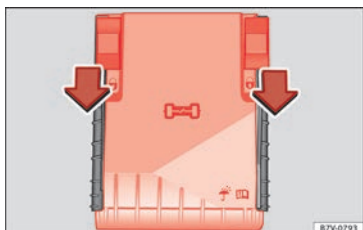

Fig. 60 En el vano motor: tapa de la caja de fusibles.
- Desplace las pestañas de bloqueo hacia delante, en el sentido que indica la flecha para desbloquear la tapa de la caja de fusibles »» fig. 60.